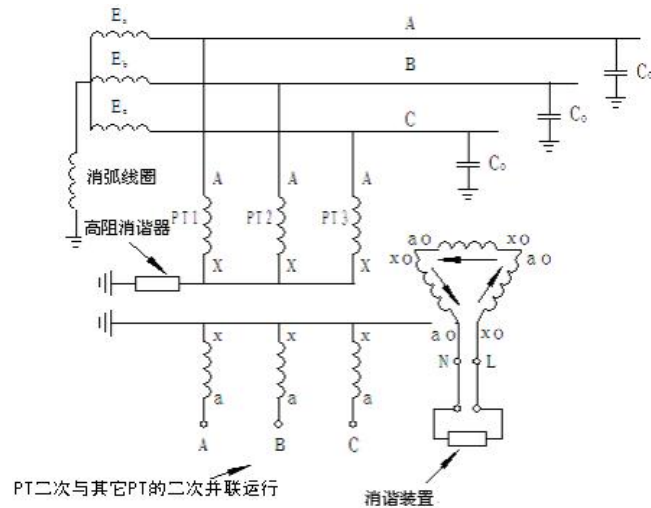

图 7： 常见的采用 3PT 接线方式的配网运行方式
常见的采用 3PT 接线方式的配网其运行方式如图 7 所示：
(1) 检查测量用的 PT 高压侧中性点是否安装高阻消谐器，如有，将其短接。从测量原理可知，选用哪组 PT 进行测量，我们就只考虑这组 PT 的接线情况。而无需关心系统内的其他 PT 的情况。
(2) 如果系统中有些 PT 安装高阻消谐器，有些没安装，则完全可以从没有安装高阻消谐器的 PT 进行测量，这样可以省去短接消谐器的工作。
(3) 检查消弧线圈是否全部退出运行。在有电气联系的被测电压等级系统中所有消弧线圈均要退出运行，并非只退出该变电站的消弧线圈。同时只考虑被测电压等级的情况，无需考虑其他电压等级的情况。例如，被测变电站 A 为 10kV 系统，并通过联络线与变电站 B 的 10kV 系统相连，变电站 A 有 2 台消弧线圈，变电站 B 有 1 台消弧线圈，则测量时有电气联系的这 3 台消弧线圈均要退出运行；而 35kV 系统有无消弧线圈则无需考虑。
(4) 退出 PT 开口三角的消谐装置。如果经过实测证明，开口三角所接的某些厂家某些型号的二次消谐装置对测量结果没有影响，则消谐装置可以不退出运行。一般对于微电脑控制的消谐器，其只有在系统有谐振发生时才动作，该类消谐器一般对测量无影响。
(5) 如果 PT 二次侧并列运行（很少见），则将其改为单独运行。
(6) 确保将“电容电流测试仪”的电流输出端正确接到图 7 的开口三角 N-L 上。一般在二次的端子编号为 N600 和 L630。为了确保连接正确，可以按下列方法进行检查：
①用万用表分别测量 PT 二次侧三相电压和开口三角电压；
②将三相电压中的最大值减去最小值得到的差和开口三角电压比较，如果两者差不多，就说明找到的开口三角端是正确的；如果两者差别很大，则说明没有正确找到开口三角端。
(7) 例如，测量得到三相电压分别为 61V、60V、59.5V，则正确的开口三角电压应为 1.5V 左右，如果测量得到的开口三角电压仅为 0.2V，说明找到的开口三角端不正确或 PT 开口三角连线已经断开（在现场实测中发现有多个变电站的 PT 开口三角连线断开情况）。
(8) 设置正确的 PT 变比，PT 一般是采用 100/3V 的二次绕组连接成开口三角，但也有特殊的情况，有些变电站的 PT 采用 100V 二次绕组组成开口三角。为了确保选择变比的正确，可以通过测量组成开口三角的各绕组的电压来确定。